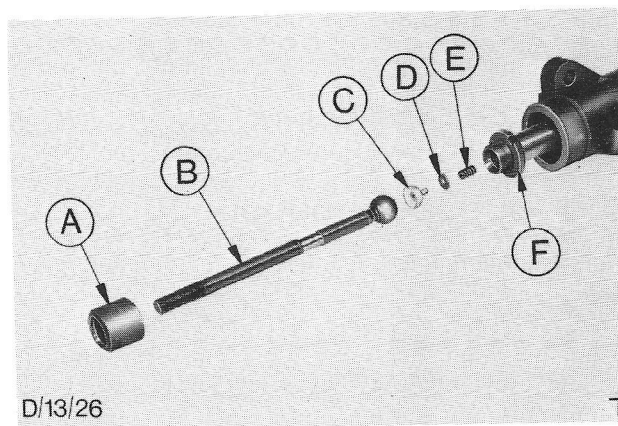

Fig.42. Spoorstang demonteren.
6. Verwijder de beide spoorstangen, zie Fig.42.
Monteer de spoorstangen aan de tandheugel, zie Fig.42. Tijdens montage moet de kogelzetel en het huisje van het kogelgewricht met het juiste smeermiddel worden gesmeerd, d.w.z. met SSM2C-9001-AA SAE 40 of 20W-50.
Zet het kogelgewrichtshuis "A" (zie Fig.42) vast met sleutel 13-001-01 tot het voor het draaien van de spoorstang benodigde koppel 6,9 Nm (0,7 kgf.m) (5 lbf.ft) bedraagt. Borg het huisje met de contraoer "F" (zie Fig.42) m.b.v. sleutel 13-001-02 en controleer daarna nogmaals de voor het bewegen van de spoorstang benodigde kracht.